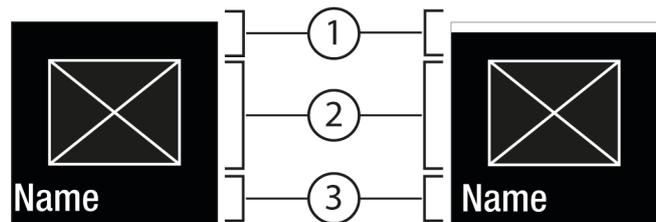
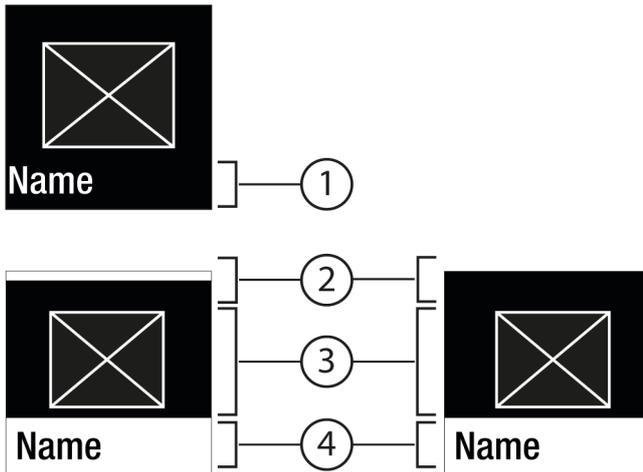

Fig. 7
Fig. 8
- Mit Bestätigen Fig. 6 (2) das Untermenü Fig. 8 (4) aufrufen.
- Neuen Wert einstellen: Mit Bestätigen Fig. 6 (2) einen deaktivierten Wert Fig. 7 (1) auswählen.
- Zurück ins Menü: Mit Bestätigen Fig. 6 (2) den bereits aktivierten Wert Fig. 7 (2) auswählen.
- ▷ Status: aktiviert Fig. 7 (1) erscheint kurz im Untermenü Fig. 8 (4).